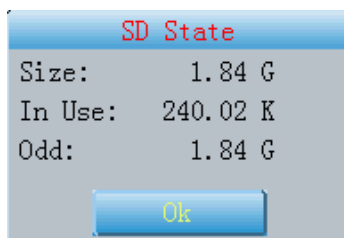

Fig. 7-4
2.  Haga clic en este icono para comprobar el estado de la tarjeta SD, como se muestra en la Fig.7-4.